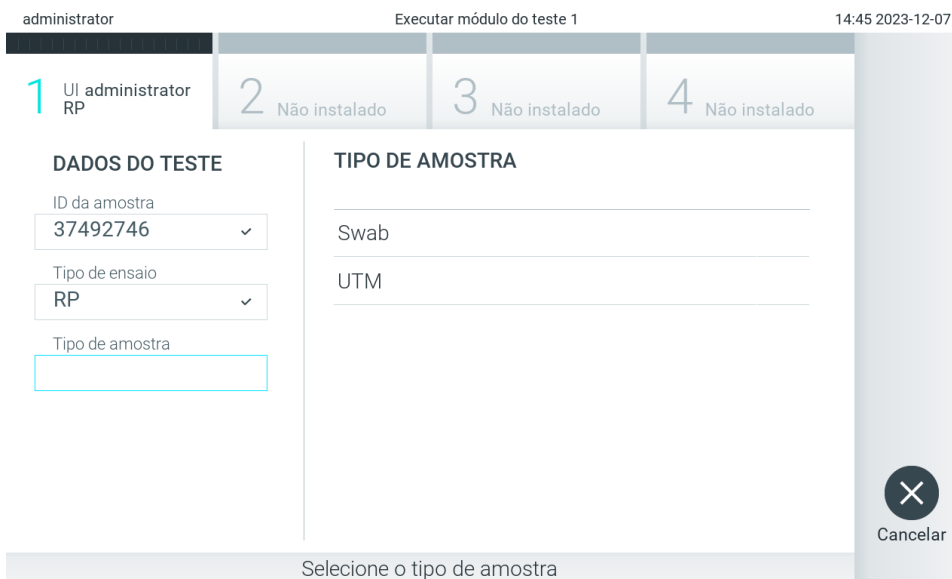

Figura 88. Seleção do tipo de amostra.
5. O campo Assay Type (Tipo de ensaio) é automaticamente preenchido e, se necessário, tem de ser manualmente selecionado um Sample Type (Tipo de amostra) apropriado a partir da lista (Figura 88).
- Quando solicitado, digitalize o código de barras da ID da amostra, utilizando o leitor de códigos de barras integrado no módulo operacional (Figura 88).